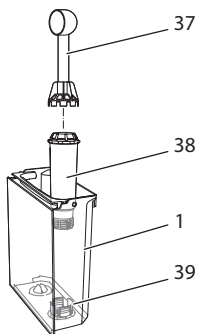

Bild 18: Skruva fast/lossa vattenfiltret
- Ta ut vattenfiltret när maskinen uppmanar dig till det (se Bild 18).